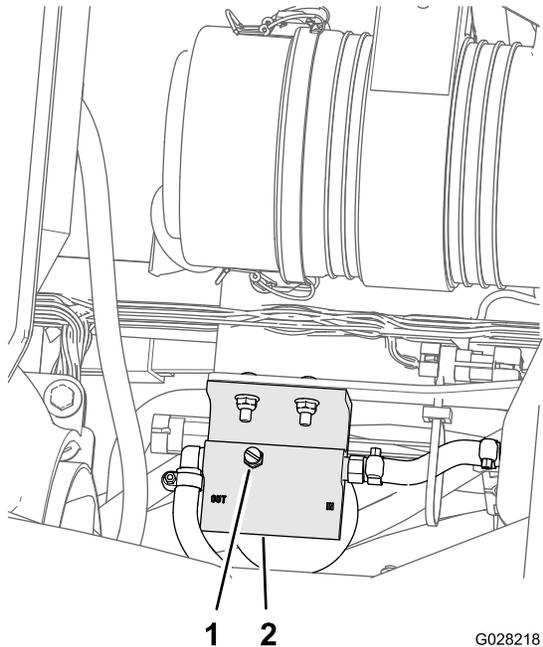

Bild 73
5. Lösen Sie die Entlüftungsschraube oben am Kraftstofffilter/Wasserabscheider (Bild 73)..
7. Ziehen Sie die Entlüftungsschraube (Bild 73) an und stellen den Zündschlüssel in die AUS-Stellung.